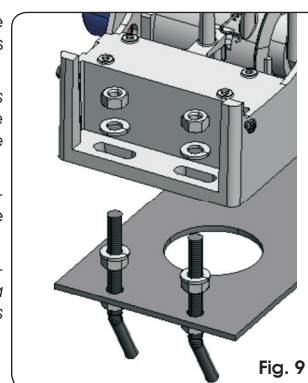

Fig. 9
- ④ Positionner l'opérateur sur la plaque en utilisant les rondelles et les écrous fournis d'après la Fig.9.